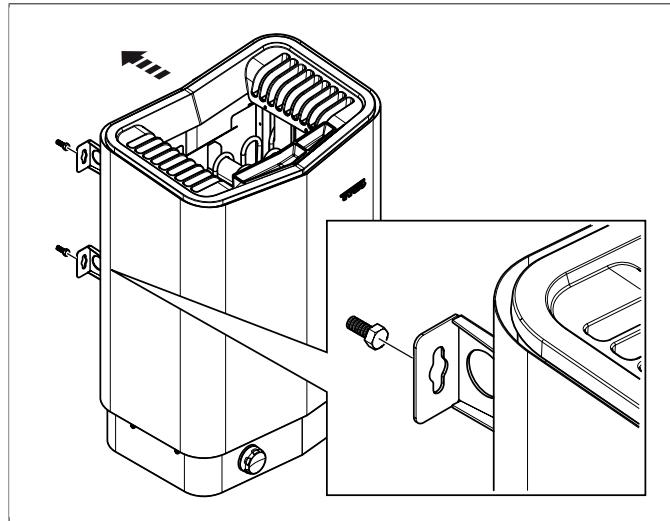

Fig 10: Häng upp aggregatet
9. Häng upp aggregatet på skruvorna se **Fig 10**, sidan 4.